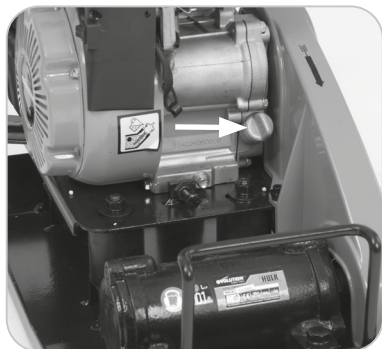

Fig. 13
- Retire el tapón de llenado de aceite. (Fig. 13)